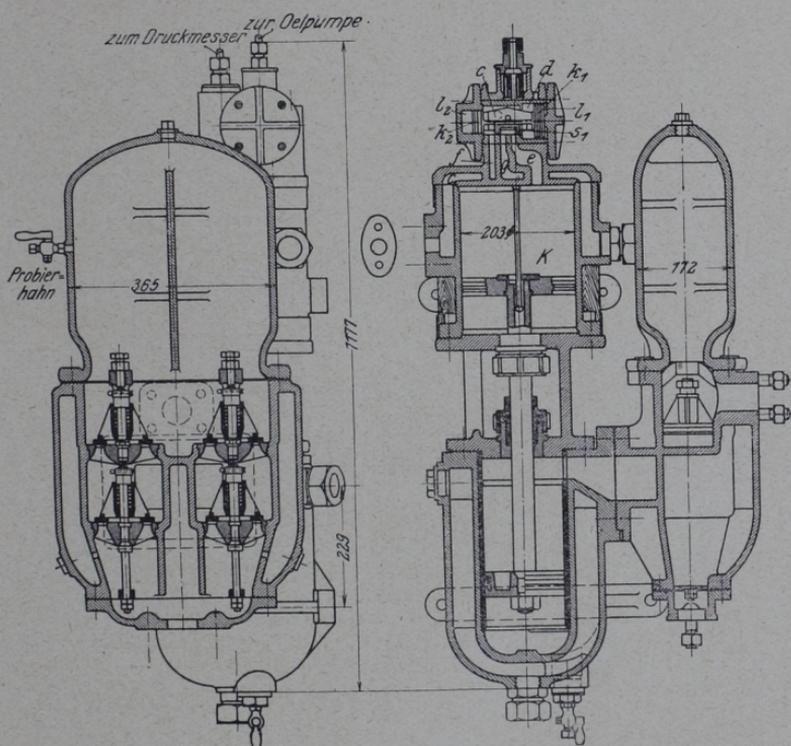

Abb. 134. Speisewasserpumpe Bauart „Knorr“.
a) Deutsche Bauart „Knorr“ (Abb. 134).